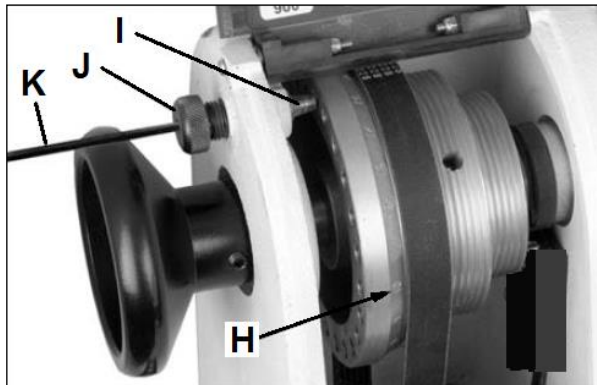

Fig 30
Die Teilung lässt sich durch Nummern an der Riemenscheibe (H, Fig 30) leicht zuordnen.
Schrauben Sie dazu den Indexierstift (J, Fig 30) in den Spindelstock. Bis er in einem der Löcher (I) gut festsitzt.